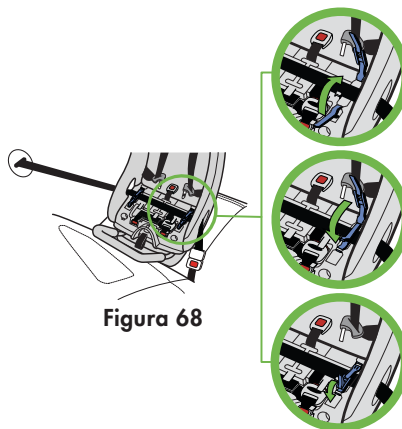

Figura 68
- Mientras mantiene apretado el cinturón del vehículo, cierre los dos broches para la posición viendo hacia atrás, como se muestra en la **figura 68**.